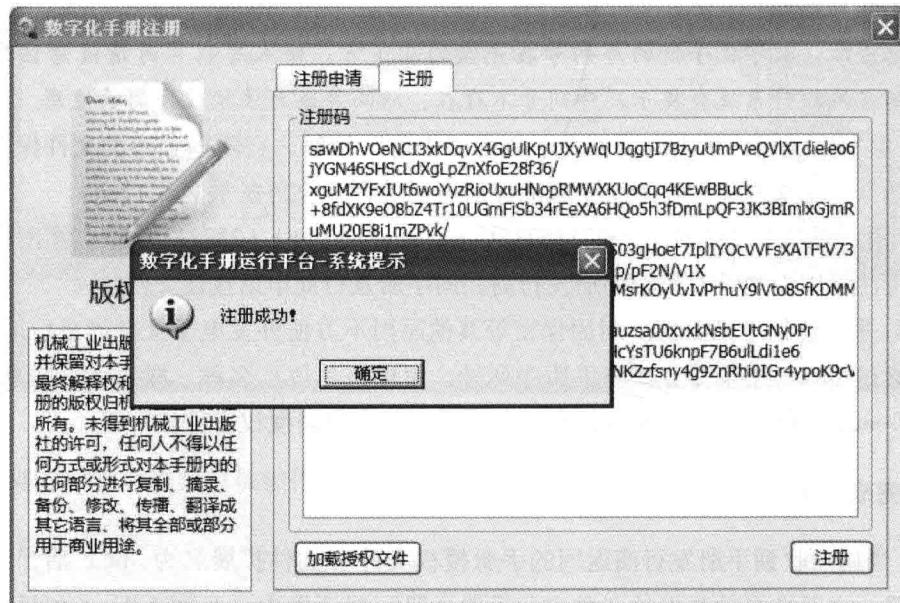

图 1-12 “注册成功”信息提示框
2) 注册通过后, 数字化手册浏览器将显示“注册成功”的信息提示框, 如图 1-12 所示, 表示用户已取得授权, 单击“确定”按钮, 即可正常使用数字化手册。